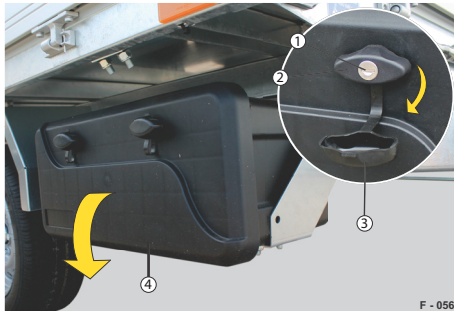

Abb. 81 Werkzeugkasten bedienen
- ▶ Abdeckung (Abb. 81/3) vom Schlosszylinder (Abb. 81/1) abklappen.
- ▶ Verschlüsse (Abb. 81/2) ggf. mit einem Schlüssel aufschließen.
- ▶ Deckel (Abb. 81/4) herunterklappen.
- ▶ Abdeckungen (Abb. 81/3) zuklappen.